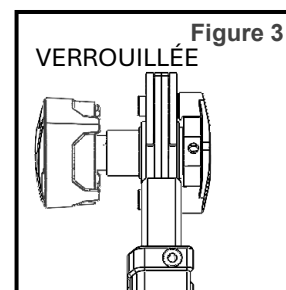

Figure 3
- Quand l'échelle est dans la position souhaitée, assurez-vous que les deux charnières sont verrouillées (figure 3).
- Après avoir positionné l'échelle selon les besoins, verrouillez les deux charnières dans la position souhaitée (figure 3).